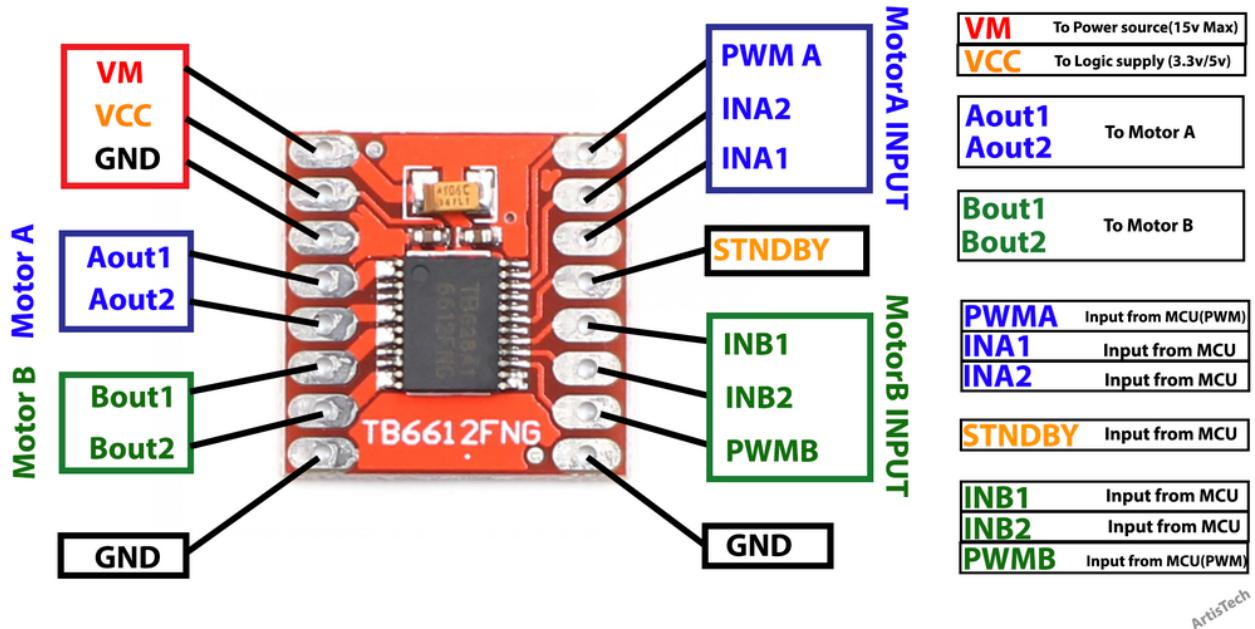

Figura 3 – Driver TB6612FNG.
El controlador para los motores utilizado es el TB6612FNG, permitiendo manejar dos motores por módulo, según las señales de dirección y PWM según corresponda [4]. El pinout del mismo se muestra en la Figura 3. Vale aclarar que el mismo requiere de dos alimentaciones, una para el manejo de motores (VM) y otra para la lógica (VCC) siendo esta última de 5 V.